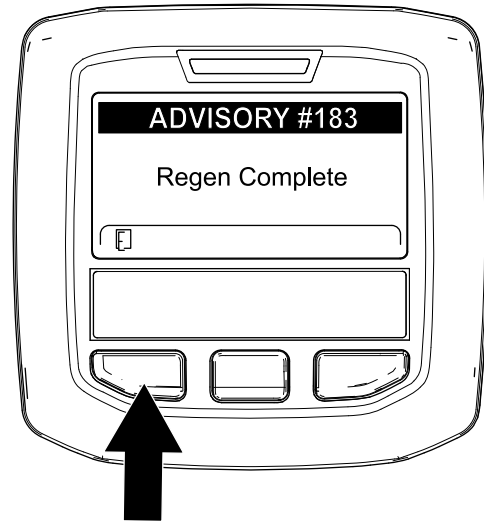

Bild 59
9. Wenn der Motorcomputer eine geparkte Regenerierung oder eine Wiederherstellung-Regenerierung abschließt, wird im InfoCenter ADVISORY #183 (Bild 59) angezeigt. Drücken Sie die linke Taste, um den Homebildschirm anzuzeigen.